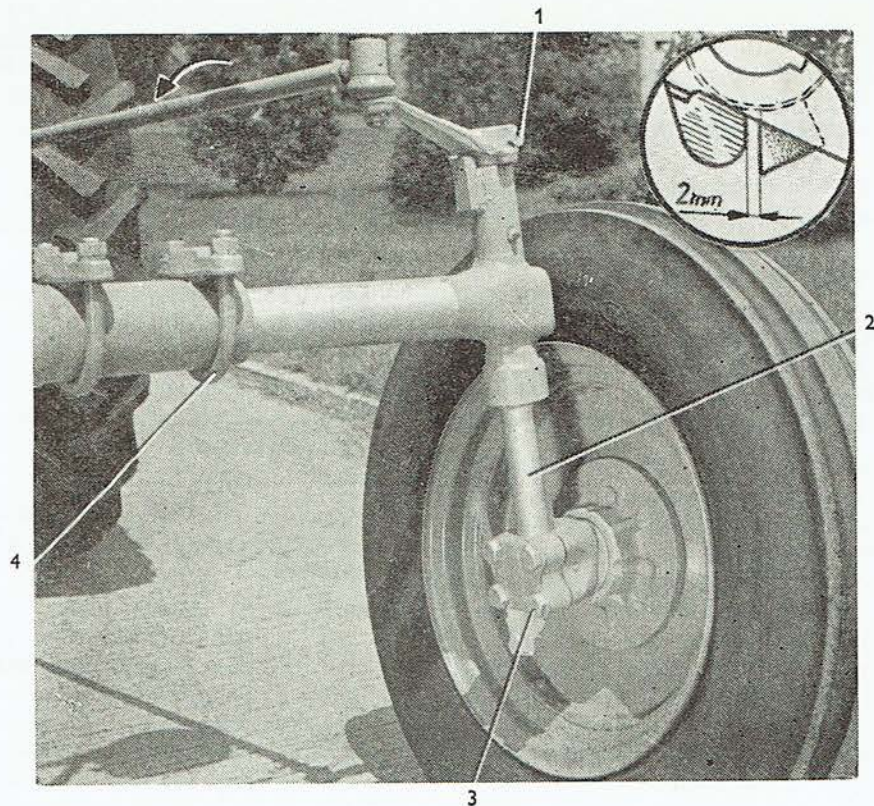
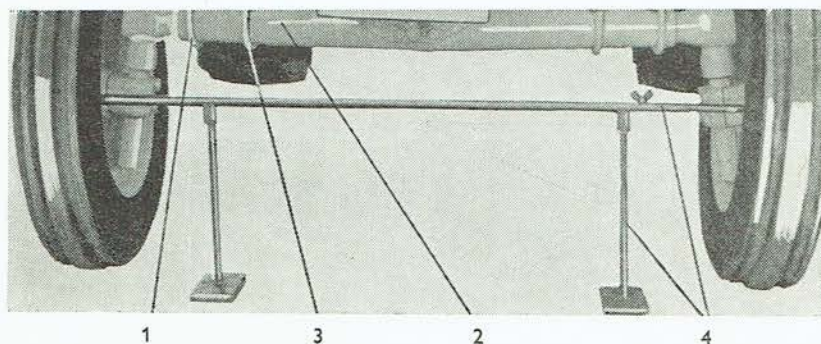

Abb. 67
Abb. 69
6. Die Mutter M 10 (Abb. 67/1) ist von der Abziehschraube des Lenkhebels abzuschrauben, die Schraube zu entfernen, der Hebel abzuziehen; der Keil und der Achsschenkelbolzen (Abb. 67/2) der Vorderachse ist in Richtung nach unten herauszuschlagen.
7. Vier Schrauben M 14×1,5×50 8G (Abb. 67/3) sind zu entsichern und auszuschrauben; dadurch wird der Drehbolzen gelockert.
2. Die äusseren Bügel (Abb. 67/4) sind durch Abschrauben von vier Muttern M 14×1,5 abzumontieren und die Bügel sind von der Vorderachse abzuschlagen.
5. Mit Hilfe einer Spezialvorrichtung (Einstellstange und zwei Ständer — Abb. 69) ist die vorgeschriebene Vorspur 6 ± 4 mm einzustellen. Die Einstellung wird durch Drehen der Lenkzugstangen (Abb. 67) durchgeführt, die auf beiden Seiten gleichmässig ein- oder ausgeschraubt werden müssen, z. B. um 2 bis 3 Gewindegänge.
6. Der Anschlag der Anschlagstücke ist zu kontrollieren. (Beim Schlepper mit abgefedertem Ansatz sind die Anschlagstücke innen im Lenkhebel angeordnet und der Anschlag ist durch die Konstruktion gegeben.) Die Kontrolle ist nachfolgend durchzuführen: Die Räder sind so in den maximalen Lenkungsanschlag zu stellen, bis am Innenrad die Anschlagstücke aufeinander aufsitzen. In dieser Stellung müssen die Anschlagstücke am Aussenrad ein Spiel von 2 mm aufweisen (Abb. 67).
Durch Drehen der Lenkzugstange (Abb. 67) zum Kurbelgehäuse wird die Lenkung verkürzt, d. h. die Vorspur der Räder wird vergrössert.